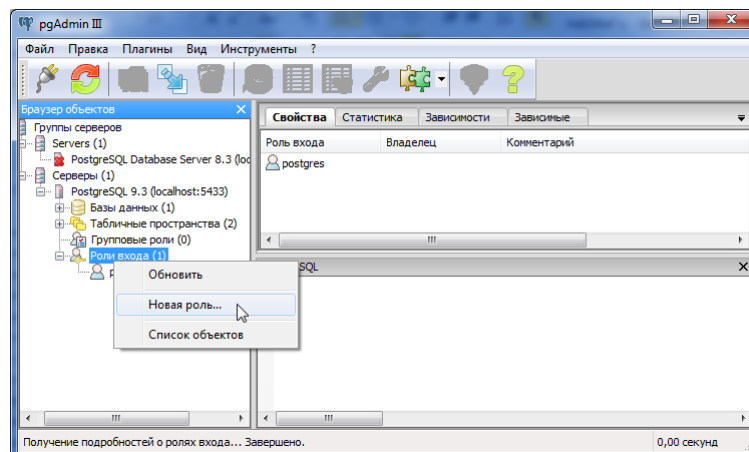

Рис. 3.14. Интерфейс программы pgAdmin III
- В браузере объектов (поле слева) найдите группу *Роли входа* и щелкните по названию группы правой кнопкой мыши. В контекстном меню выберите пункт *Новая роль...* (Рис. 3.14).